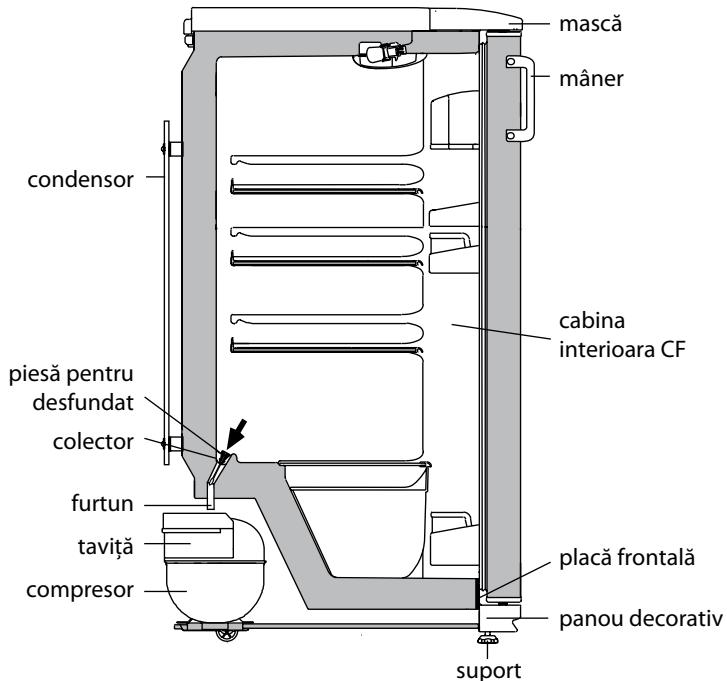

Figura 4 – Schema de scurgere a apei topite CF
2.2.1 In CF este utilizeaza un sistem automat de decongelare. Bruma, care aparea pe peretele din spate a CF, dupa oprirea compresorului ce lucra ciclic, se topeste si se transforma in picaturi de apa. Picaturile de apa topita se scurg in tava, prin gaura - in conducta de ramificatie si intra in vasul compresorului in conformitate cu figura 4 si se evapora.
2.2.2 Este necesar in mod regulat (cel putin o data in 3 luni) sa fie verificat curatenia tavii si sa verificat absenta apei in tava. Prezenta apei in tava indica infundarea a sistemului de drenaj. Pentru a elibera blocajul, curatati gaura din tava cu o perie, astfel ca apa fara obstacol sa scurge in vas, spalati peria si instalati-o in conformitate cu figura 4.
SE INTERZICE utilatia frigiderului cu un sistem de drenare infundat. Apa, care a aparut in partea de jos a CF sau ce a aparut in locul de contact cu placa frontală a cabinei interioare a CF, in conformitate cu figura 4 poate cauza corodarea cabinei exterioare a frigiderului, poate afecta izolatia termica, poate duce la formarea fisurilor cabinei interioare a frigiderului si defectarea frigiderului.